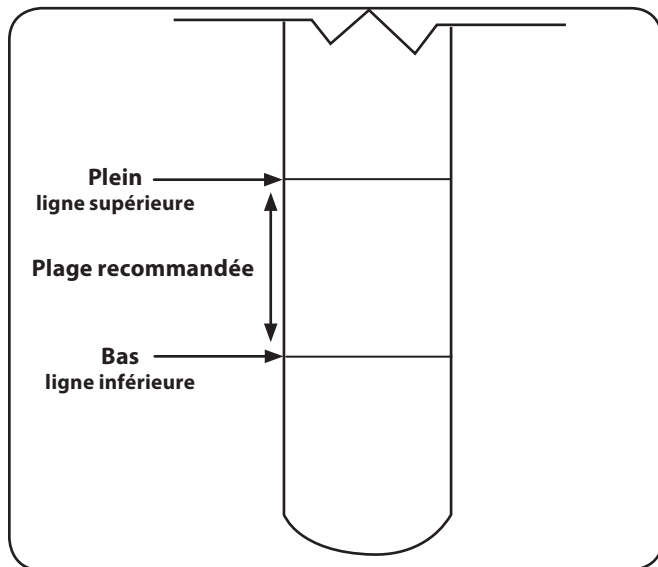

Figure 6-2
1. Retirez la jauge d'huile et vérifiez le niveau d'huile. Voir Figure 6-2.
7. Retirez le bouchon et la jauge d'huile et ajoutez LENTEMENT l'huile dans l'orifice de remplissage. Ajoutez de l'huile jusqu'à ce que le niveau d'huile atteigne la ligne supérieure de la jauge d'huile. Voir Figure 6-2.